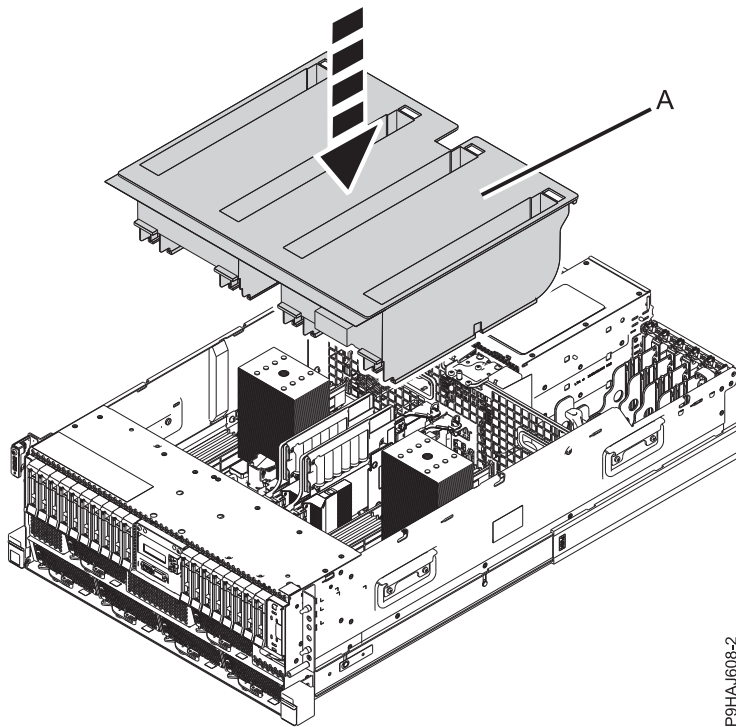
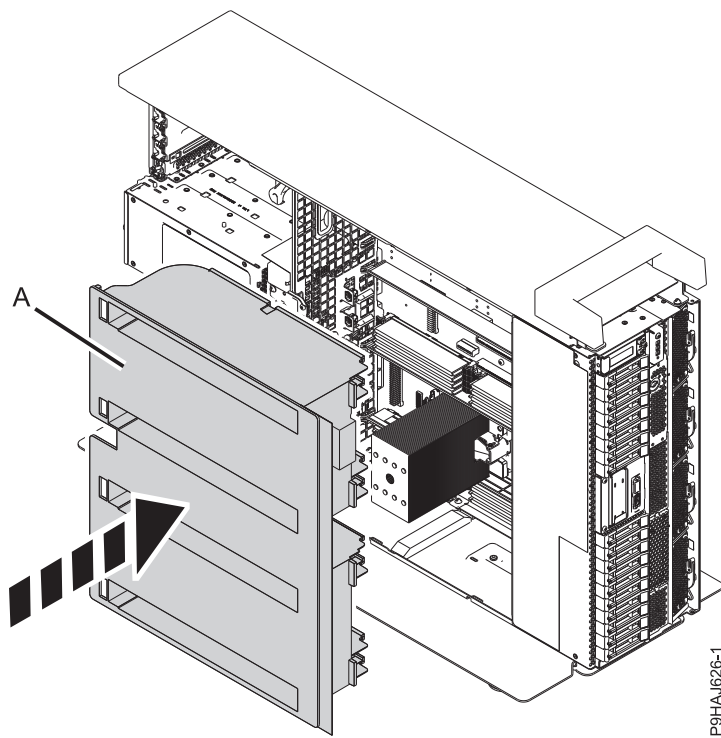

Abbildung 9. Luftführung bei einem Einschubsystem wiedereinbauen
Abbildung 10. Luftführung bei einem Standalone-System wiedereinbauen
6. Bauen Sie bei einem Einschubsystem die Luftführung (**A**) wieder ein, indem Sie sie auf das Chassis absenken (siehe Abb. 9 auf Seite 10). Bauen Sie bei einem Standalone-System die Luftführung (**A**) wieder an der Seite des Chassis ein (siehe Abb. 10 auf Seite 10).